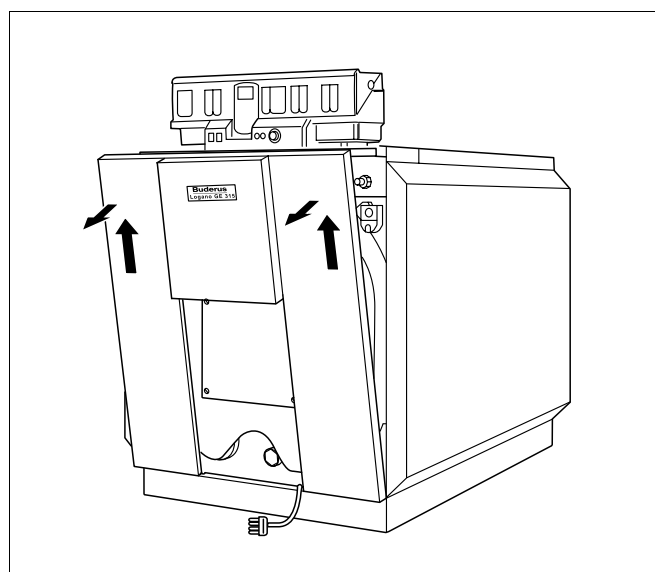

Fig. 50 Tag forkappen af.
- Løft forkappen en smule, og tag den af ved at løfte den fremad (Fig. 50).